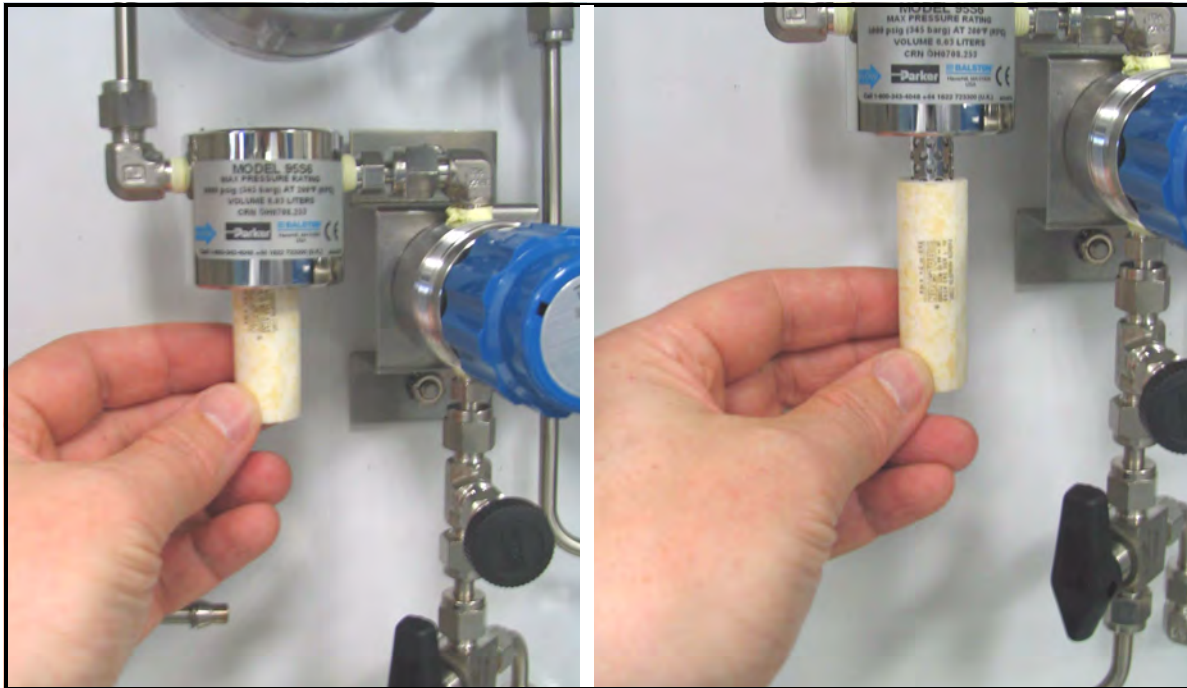

Figura 83: Extracción del elemento del filtro coalescente
5. Extraiga el elemento de filtro coalescente usado (vea la Figura 83).